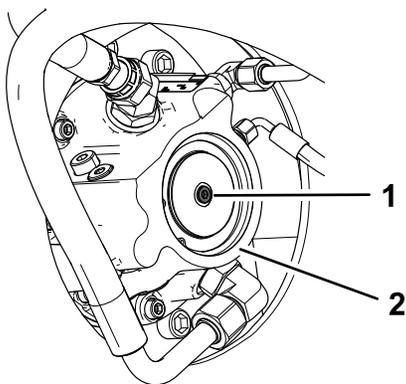

Рисунок 33
3. В каждом бортовом гидромоторе удалите заглушку и заверните вместо нее винт (M8–1,25 x 40 мм) с шайбой (M8 x 16 мм) (Рисунок 33). Затяните крепежные детали от руки.